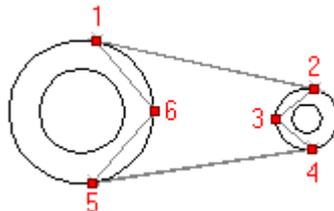

Рисунок 3
- Подведите курсор к точке 1 (см. Рисунок 3), появится символ привязки. Щелкните левой кнопкой мыши.
- Подведите курсор к точке 6 (см. Рисунок 3), Щелкните левой кнопкой мыши.